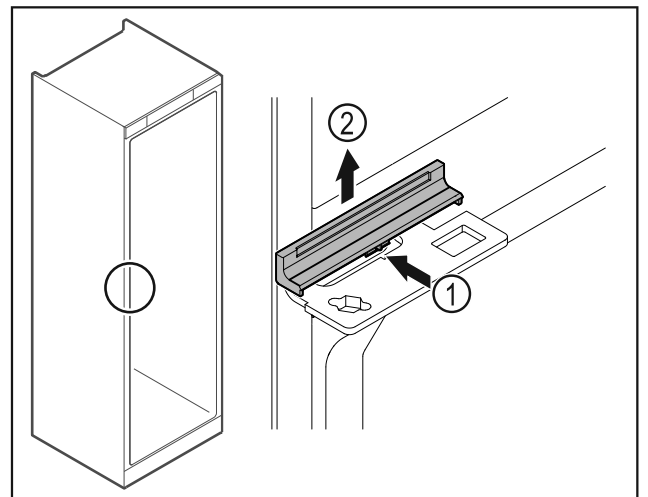

Fig. 42
- ▶ Paina suojusta Fig. 42 (1) kevyesti keskeltä ja ota se yläkautta pois Fig. 42 (2).